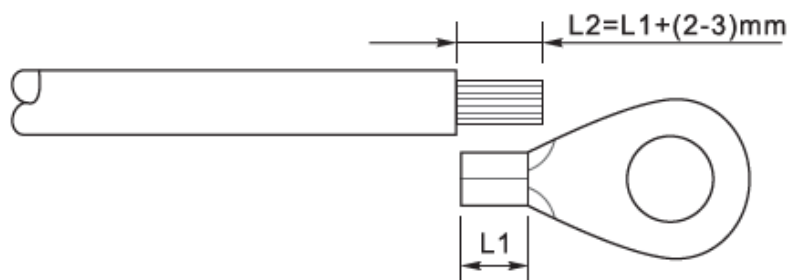

Figura 14 – Preparazione del cavo di terra (1)
- 1) Rimuovere una lunghezza adeguata dello strato di isolante esterno usando uno spella cavi, come mostrato nella Figura 14.